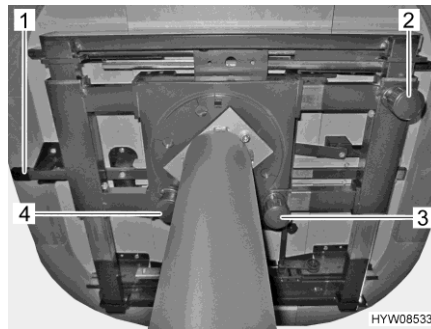
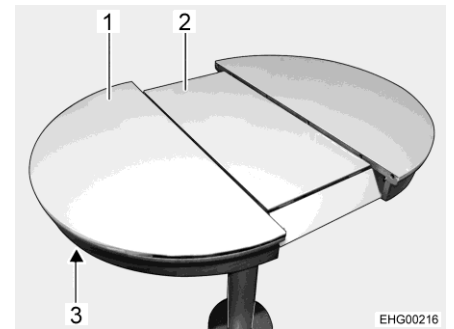

Bild 88 Inställningsmöjligheter för bordet
Bild 89 Förstora bordsskiva
- Tryck ned knappen (Bild 88,3) och håll kvar den.
- Tryck ned knappen (Bild 88,2) och håll kvar den.
- Dra knappen (Bild 88,4) på låset nedåt.
- Tryck frigöringen (Bild 88,1 och Bild 89,3) uppåt.
- Dra i bordsskivan (Bild 89,1) tills mittdelen (Bild 89,2) kommer upp till bordsskivans höjd.
- Tryck frigöringen (Bild 89,3) uppåt.
- Dra i bordsskivan (Bild 89,1) tills mittdelen (Bild 89,2) frigörs.